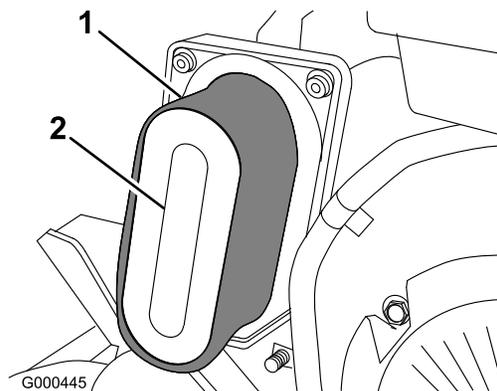

Figure 29
- Si l'élément en mousse est encrassé, sortez-le de l'élément en papier (Figure 29). Nettoyez-le soigneusement.